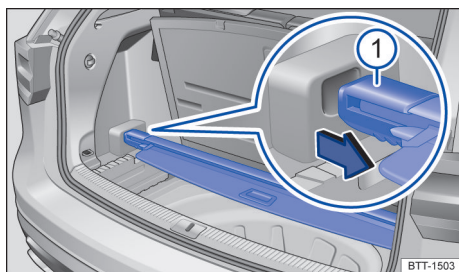

Fig. 179 Embaixo do assoalho do compartimento de bagagem: local de guarda para a cobertura do compartimento de bagagem.
- Colocar a cobertura do compartimento de bagagem no suporte previsto para este fim → Fig. 179.